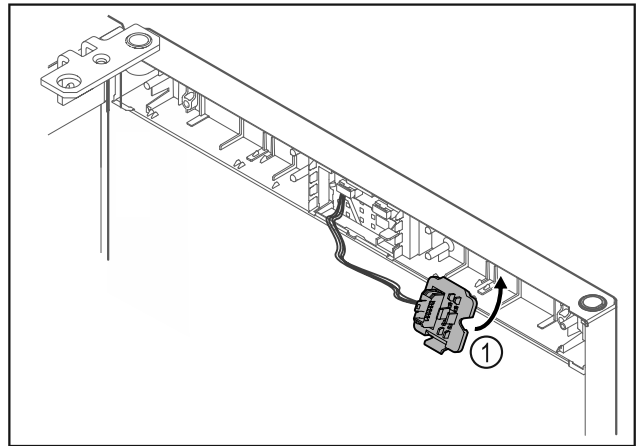

Fig. 18
- Užfiksukite kištuko laikiklį Fig. 18 (1) priešingoje pusėje.